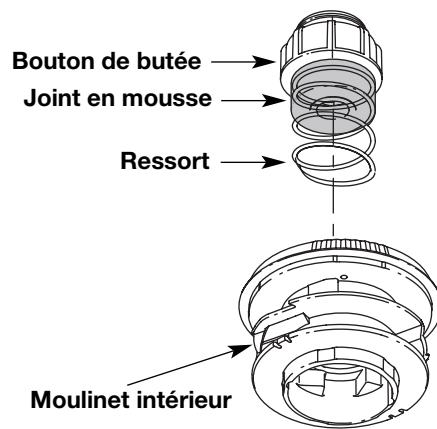

Fig. 18
1. Retirez le bouton de butée, le ressort et le joint en mousse en tournant le bouton de butée à gauche (Fig. 18).
7. Placez le bouton de butée, le ressort et le joint en mousse dans la bobine extérieure (Fig. 18).